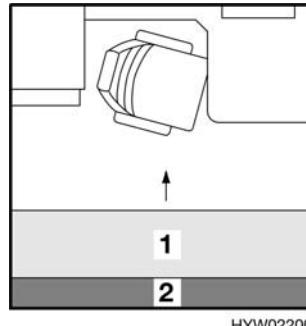

Fig. 107 Prima della trasformazione
- Sollevare leggermente il divano (Fig. 107,1) ed estrarlo fino all'arresto.
- Sfilare il cuscino aggiuntivo (Fig. 107,2) dal cuscino dello schienale. Il cuscino aggiuntivo è fissato a quello dello schienale tramite un nastro in velcro e può essere staccato con facilità.